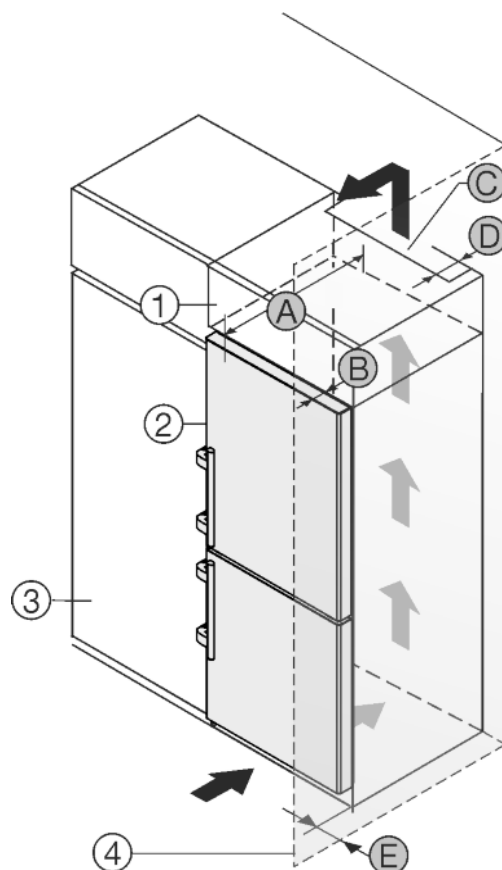

Fig. 47
A készüléket körbe lehet építeni konyhaszekrényekkel. Rá lehet szerelni egy rátétszekrényt Fig. 47 (1), hogy a készüléket Fig. 47 (2) a konyhabútorok magasságához igazítsa.
A készüléket közvetlenül a konyhaszekrény Fig. 47 (3) mellett is felállíthatja. Ahhoz, hogy az ajtókat teljesen ki tudja nyitni, a készüléknek a konyhaszekrény elülső oldalához képest legalább a mélységnek Fig. 47 (B) megfelelően ki kell állnia. A konyhaszekrények mélységétől és a fali távolságtartók használatától függően a készülék nagyobb mértékben is kiállhat.
- A rátétszekrény hátoldalán egy mélységű Fig. 47 (D) szellőző aknát kell a rátétszekrény teljes szélességében kialakítani.
- A mennyezett alatt be kell tartani a szellőző keresztmet-szetet Fig. 47 (C).
Mikor a készüléket a csuklópántokkal egy fal *Fig. 47 (4)* mellett állítja fel, akkor a készülék és a fal közti távolságot *Fig. 47 (E)* be kell tartani. Ez nyitott ajtó esetén megfelel a fogantyú túlnyúlásának.